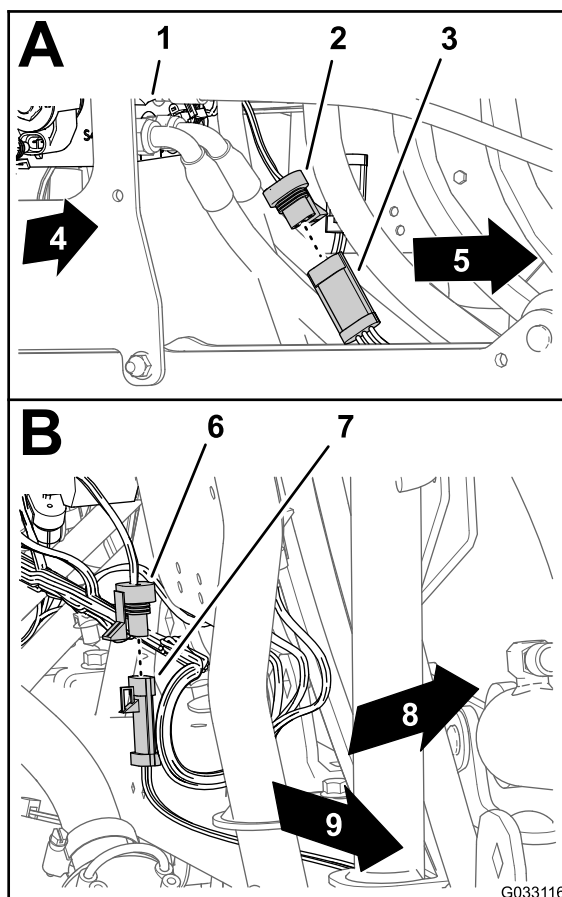

Figura 144
1. Collegate il connettore a 3 prese del cablaggio preassemblato di Sonic Boom al connettore a 3 pin del cavo per il sensore Ultra-Sonic destro (A di Figura 144).
2. Collegate il connettore a 3 prese del cablaggio preassemblato di Sonic Boom dal connettore a 3 pin del cavo per il sensore Ultra-Sonic sinistro (B di Figura 144).